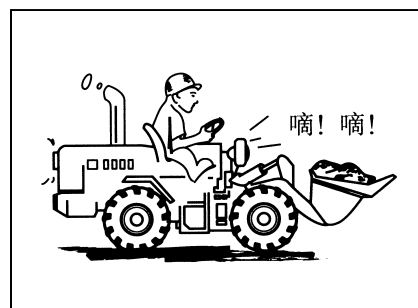

Рис. 1-33
- Предупредить людей уходить гудком. (Рис. 1-33)